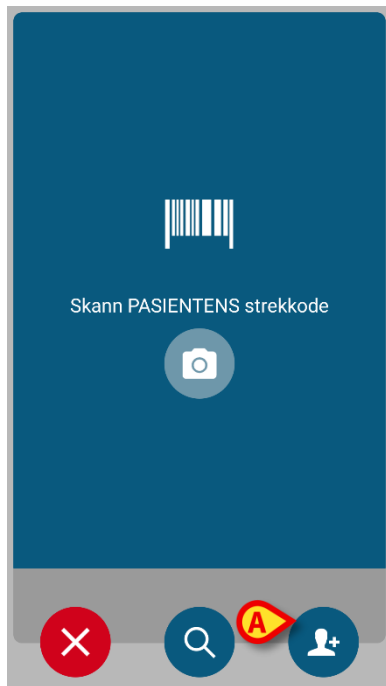
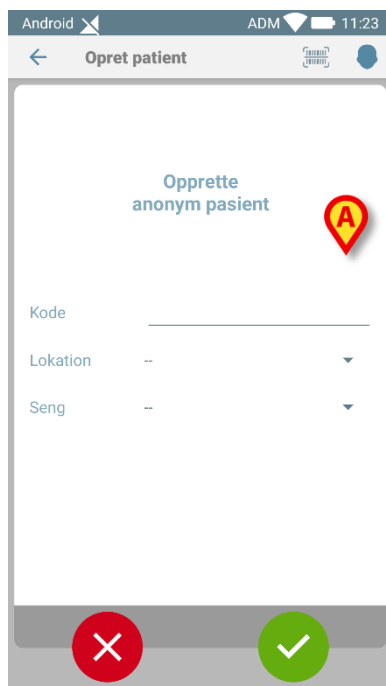
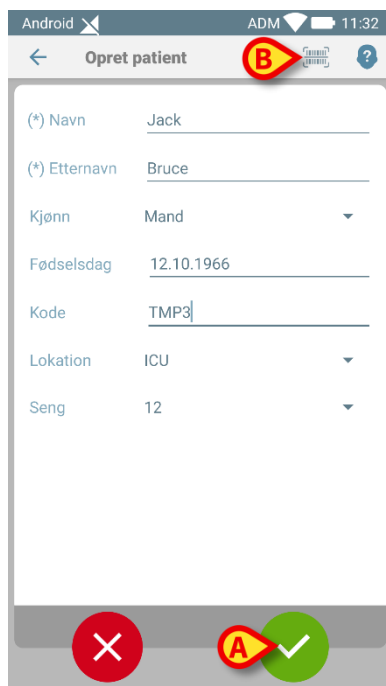

Fig. 161
Fig. 162
Fig. 166
Følgende skjermbilde vises (Fig. 161, eller det som er relatert til skanning av NFC-tag, avhengig av konfigurasjon).
- Trykk på ikonet  i Fig. 161 A. Følgende skjermbilde vises (Fig. 162).
- Velg lokasjon og seng i rullegardinmenyene som vises (Fig. 162 A – Fig. 163 A).
- Angi pasientdataene (de som er kjent, for- og etternavn er obligatoriske – Fig. 166).
- Trykk på ikonet  når du er ferdig (Fig. 166 A).
- Trykk på knappen  (Fig. 166 **B**) for å hente pasientens strekkode (eller NFC-plan) hvis mulig. NHS-pasientkoden kan for eksempel hentes på denne måten. Et skjermbilde som det som vises i Fig. 161 vises.